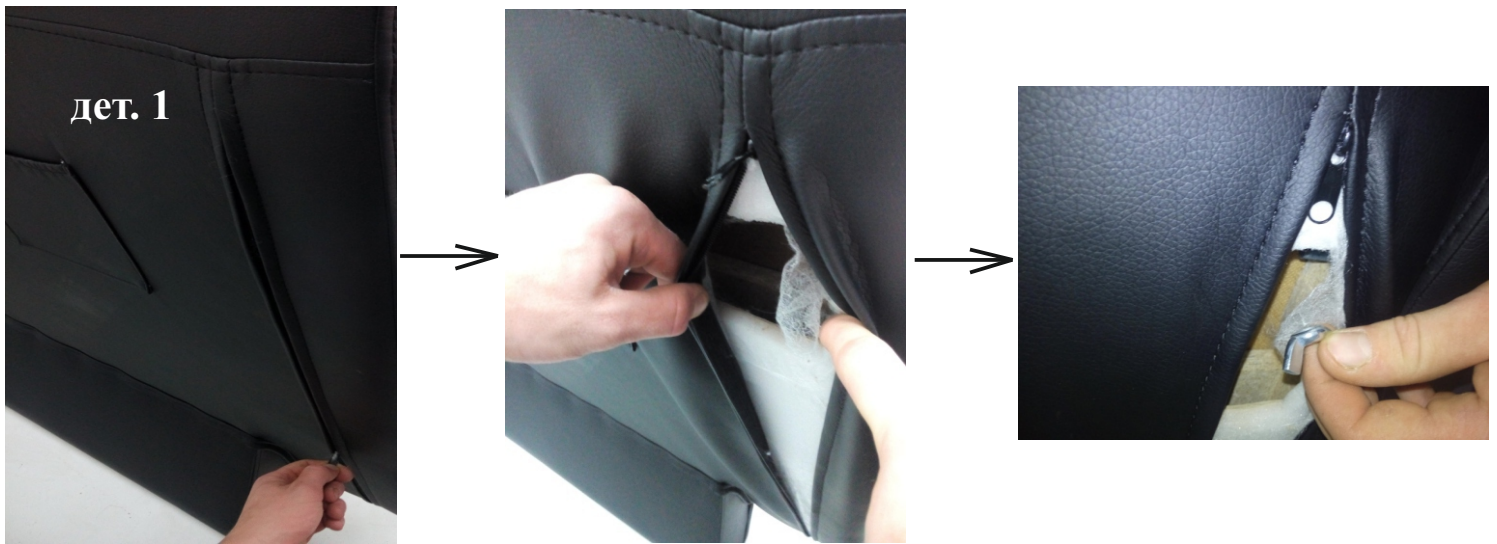

рис. 3
3. Расстегнув молнии на задней части головной спинки (дет. 1), закрутите гайки-барашки (Ф-4) на шпильки (Ф-3) внутри копуруса головной спинки спинки (дет. 1) (рис. 3).